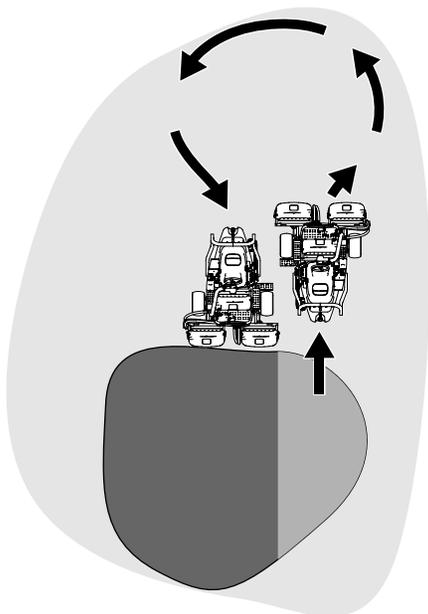

图23
- 要缩短下一趟剪草的操作时间并方便剪出直线应轻轻朝相反方向转动机器然后再转向未剪部分进行泪滴状的转弯图23快速对齐进行下一趟剪草。